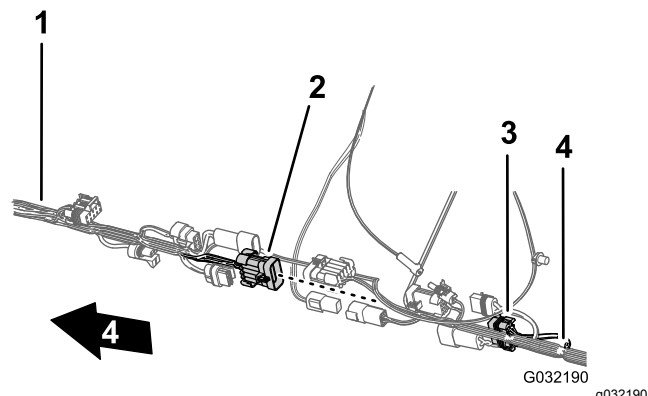

図 119
6. 前方ハーネスのスプレーヤ用ハーネスインターコネクタの10ピンコネクタを、後方ハーネスのスプレーヤ用ハーネスインターコネクタの10ソケットコネクタに接続する 図 119。